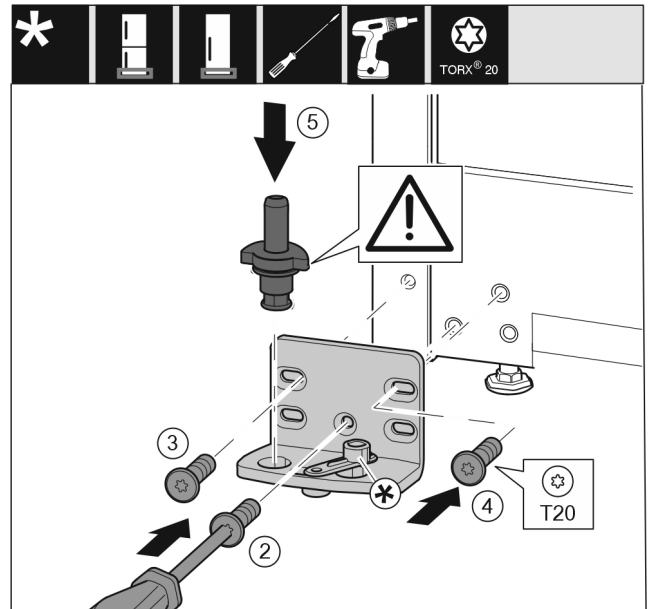

Fig. 16
- ▶ Встановіть опорний кронштейн з іншого боку і закріпіть гвинтами за допомогою викрутки T20. Почніть із гвинта 2 знизу посередині. Fig. 16 (2)
- ▶ Закрутіть гвинти 3 та 4. Fig. 16 (3,4)
- ▶ Вставте цілком опорний гвинт. При цьому виступ фіксатора повинен бути спрямований назад. Fig. 16 (5)